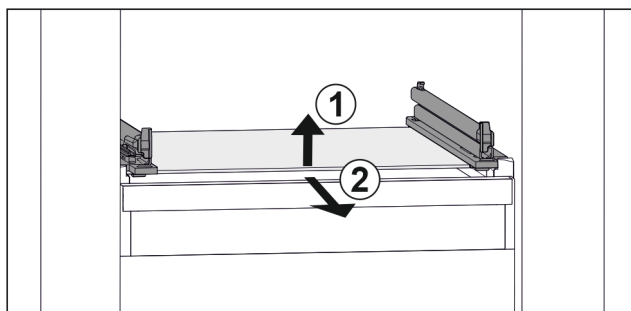

Fig. 47 Simbolična slika steklene plošče
- Stekleno ploščo dvignite v smeri naprej. Fig. 47 (1)
- Stekleno ploščo odstranite v smeri naprej. Fig. 47 (2)